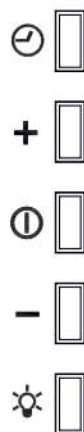

РИС. 9
7.2 Управление вытяжным зонтом осуществляется при помощи электронного переключателя “blue ice” (рис. 9). Переключатель имеет пять кнопок с подсветкой.